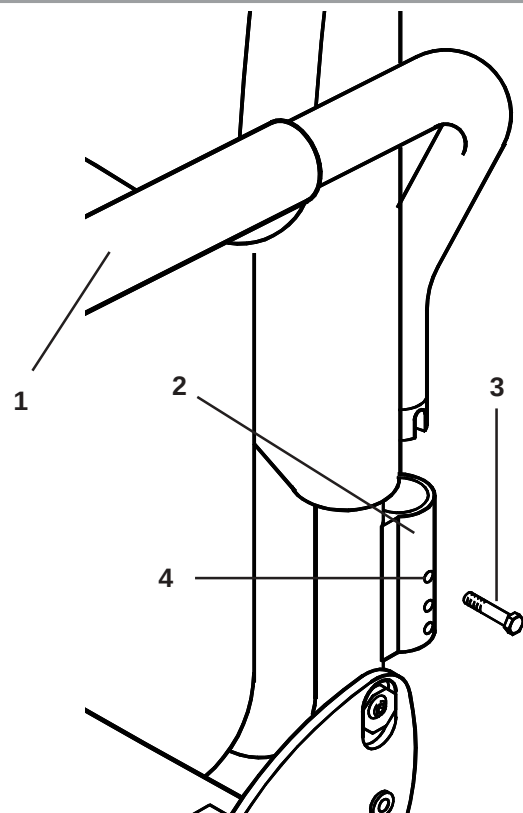

Fig. 30
De hoogte van de wegzwenkbare armsteunen kan aangepast worden (Fig. 30). Verwijder de armsteun (1) uit de geleider (2). Verwijder de schroef waarmee u de hoogte kunt afstellen (3), met gebruik van een 10 mm sleutel en plaats deze in het gewenste, voorgeboorde, van schroefdraad voorziene gat (4) en draai de schroef weer vast op een aanhaalmoment van 7-12 Nm. Plaats de armsteun terug in de geleider